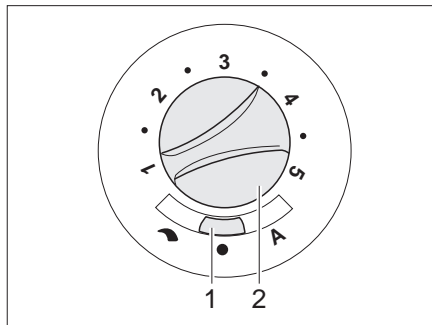

Bild 109 Bedienschalter für Umluftgebläse (12 V)
- Den Schiebeschalter (Bild 109,1) auf "↷" (Handregelung) oder "A" (Automatikbetrieb) stellen.
- Wenn am Schiebeschalter (Bild 109,1) "↷" (Handregelung) eingestellt ist: Mit dem Drehknopf (Bild 109,2) die gewünschte Leistung des Umluftgebläses einstellen.
- Den Schiebeschalter (Bild 109,1) auf "●" (Aus) stellen. Bei Heizbetrieb ist diese Schalterstellung außer Funktion.